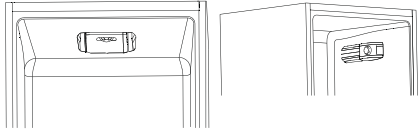

Abb.4
• Die Thermostatgruppe zur Steuerung des Geräts ist im Inneren des Kühlraums untergebracht (Abb. 4). Drehen Sie den Thermostatregler über die Position "0" hinaus. Das Licht ist eingeschaltet, wenn die Kühlschranktür geöffnet ist.